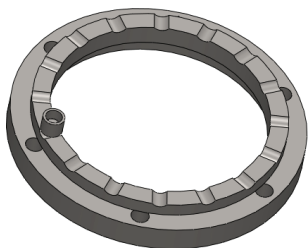

图 9-59 添加新算例操作
STEP 1 打开本文提供的素材文件“滚珠离合器简化模型.sldasm”，如图 9-59 所示，启用 Simulation 插件，单击“Simulation”工具栏中的“新算例”按钮，创建一新的“静态”有限元算例。